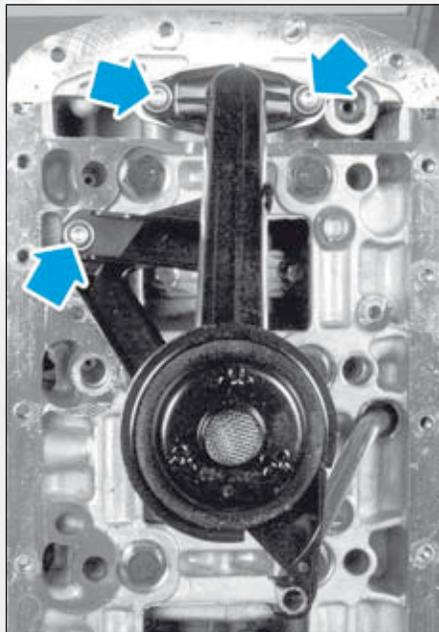

FIG.11
- les vis de fixation de la crépine (Fig.11).